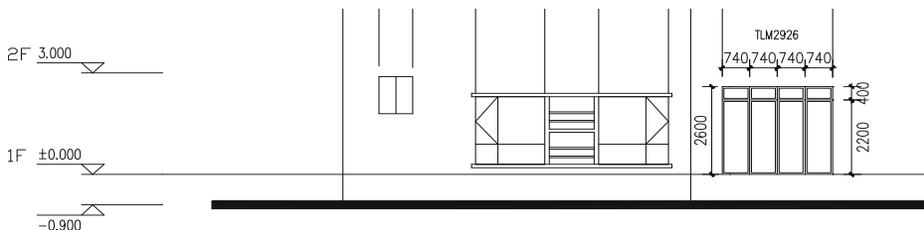

图 12-1-25
**STEP 16** 使用复制命令 COPY 将偏移得到的两个矩形一起进行多重复制，得到阳台上的推拉门如图 12-1-25 所示。